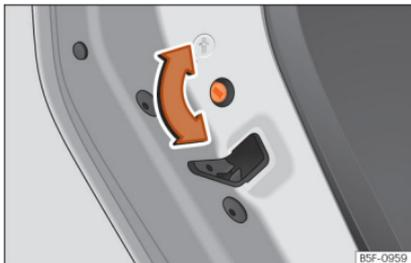

Abb. 96 Kindersicherung in der linken Tür
- Drehen Sie bei geöffneter Tür den Schlitz mit dem Fahrzeugschlüssel an den linken Türen im Uhrzeigersinn »» **Abb. 96** und bei den rechten Türen gegen den Uhrzeigersinn.
- Drehen Sie bei geöffneter Tür den Schlitz mit dem Fahrzeugschlüssel an den linken Türen gegen den Uhrzeigersinn »» **Abb. 96** und bei den rechten Türen im Uhrzeigersinn.